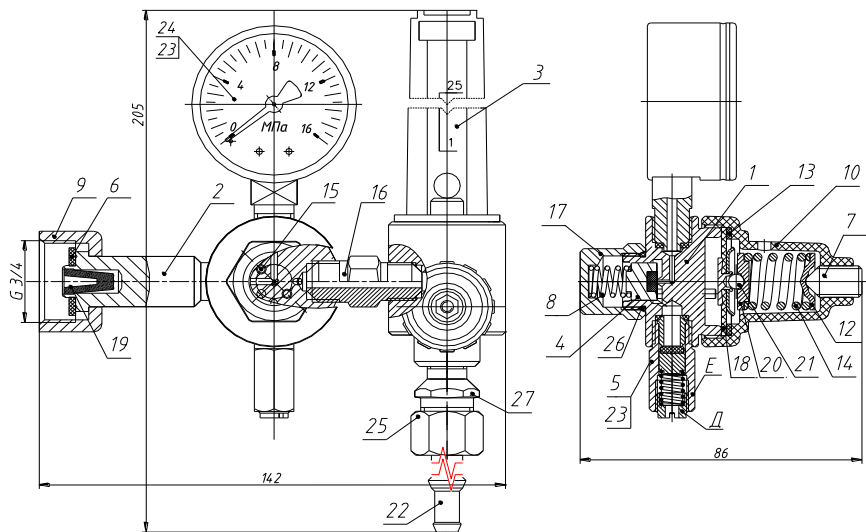

Рис. 2. Регулятор расхода газа с ротаметром малогабаритный.
- малогабаритном – КР1-м (таб.1; 2, рис.2).